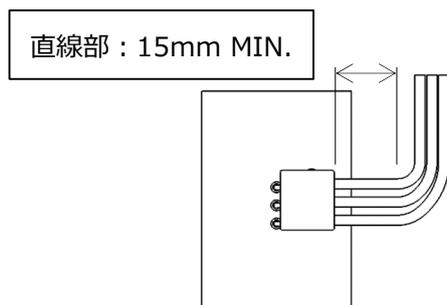

図.34 電線引き出し方法
- ① 電線を横に引き出す場合は、端子と側壁に過度な力が掛からない様に 図 34 に示す直線部(最低 15mm)を設けて下さい。
- ②直線部を設け、任意の R で電線を曲げて横方向に引き出して下さい。